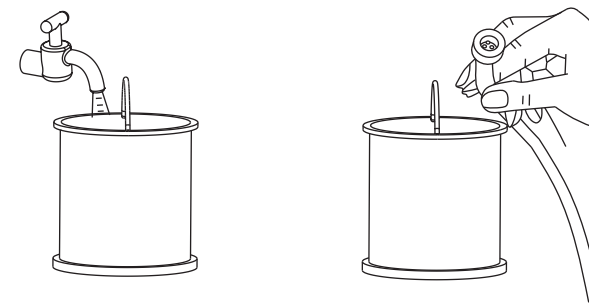

Рис.2
2. Наполните ёмкость чистой водой температурой от 10°C до 60°C, и установите на поверхность рядом с мини-мойкой, далее опустите конец шланга для забора воды в заполненную ёмкость. - (рис.2)